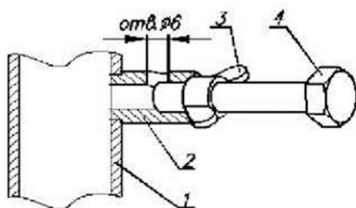
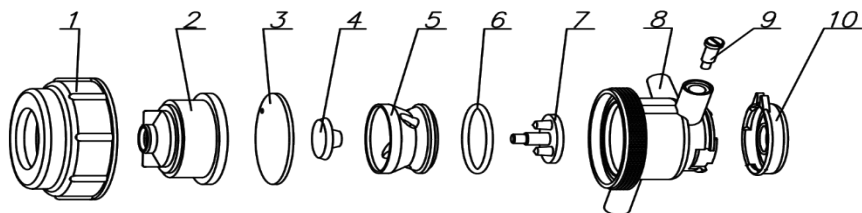

Рис. 2 Вакуум-регулятор
Рис. 10 Устройство пульсатора ПМ
новленные на раме. Конструкция вакуум-регулятора показана на рис. 2. Несущая рама 1 (рис. 1) дополнительно выполняет функцию ресивера, который предназначен для сглаживания пульсаций и предотвращения попадания молока в мотор-насос 2 (рис. 1). При отключении мотор-насоса через сливной клапан 11 (рис. 1), расположенный внизу на раме, происходит слив молока или воды в случае попадания их в ресивер.
5.4 Пульсатор предназначен для преобразования постоянного вакуума в переменный, с частотой 61 ± 5 пульсаций в минуту. Регулировка частоты производится на заводе изготовителе. При транспортировке, эксплуатации или хранении частота пульсаций может сбиться и уйти за пределы рабочего диапазона. В этом случае регулировку нужно произвести при помощи регулировочного винта 9 (рис. 10). При установке пульсатора на патрубок 3 (рис. 6) проследите, чтобы крышка пульсатора 10 оказалась снизу.
В патрубок 3 вставьте вертикально соединитель 2, в боковой отвод пульсатор 6. При установке проследите, чтобы крышка пульсатора 10 (рис. 10) оказалась снизу. Патрубок с пульсатором наденьте на отвод крышки.
6.8 Поворотом регулировочного болта 4 (рис. 2) доведите вакуумметрическое давление в системе агрегата доильного до $0,49 \pm 0,01$ кгс/см² и зафиксируйте гайкой «барашек».
6.9 Убедитесь в отсутствии посторонних подсосов. Подсос воздуха должен быть только через отверстие $\varnothing 6$ вакуум-регулятора (рис. 2). В таком положении пульсатор 6 (рис. 6) должен начать работу (четко слышные щелчки с частотой пульсаций 61 ± 5 пульс/мин). Регулировка пульсатора выполняется винтом 9 (рис. 10).